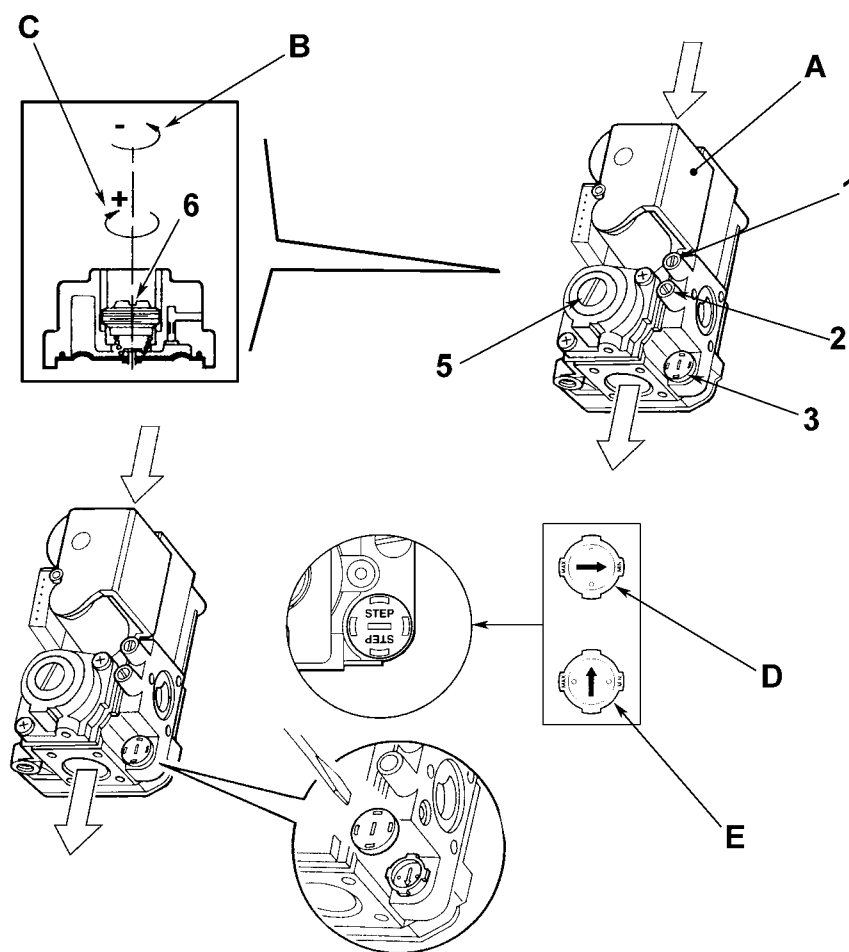

рис. 19 - Переналадка котла на другой вид газа
На котле PEGASUS D Ki 130 можно регулировать тепловую производительность топки и, следовательно, тепловую мощность, передаваемую воде системы отопления; это делается исключительно путем регулировки основной горелки с помощью газового вентиля (см. рис. 19). На графиках, приведенных в параграфе сар. 4.2 "Сопротивление системы", показано изменение передаваемой воде тепловой мощности в зависимости от изменения рабочего давления горелки. Возможность приведения мощности котла в соответствие с реальными потребностями отопления означает, прежде всего, снижение потерь и экономию топлива. Кроме того, при регулировке мощности, регламентированной также стандартом, котлы сохраняют значения КПД и характеристики сгорания почти без изменений.
1. С помощью небольшой отвертки снимите защитный колпак 5 вторичного привода газового вентиля рис. 19.
2. Подключите манометр к клемме давления 2 ( рис. 19), расположенного после газового вентиля, затем переведите ручку термостата котла на максимум.
3. Регулируйте давление с помощью винта 6 ( рис. 19) на желаемое значение, руководствуясь диаграммами, приведенными в параграфе сар. 4.2 "Сопротивление системы".
2. Снимите с газового вентиля маленький защитный колпачок 3 ( рис. 19). С помощью маленькой отвертки регулируйте "СТУПЕНЬ" розжига на основании выбранного для работы газа (G20 или G31); установите защитный колпачок на место.
- Спустите воздух из газопроводных труб через штуцер отбора давления 1 газового вентиля ( рис. 19).